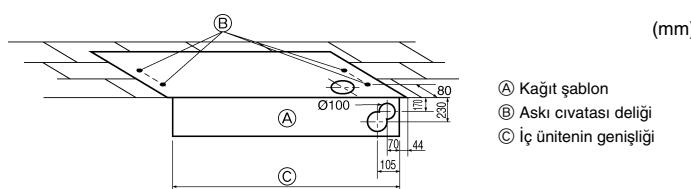

Fig. 3-3
3) Askı civatalarının ve boruların konumları (Fig. 3-3)